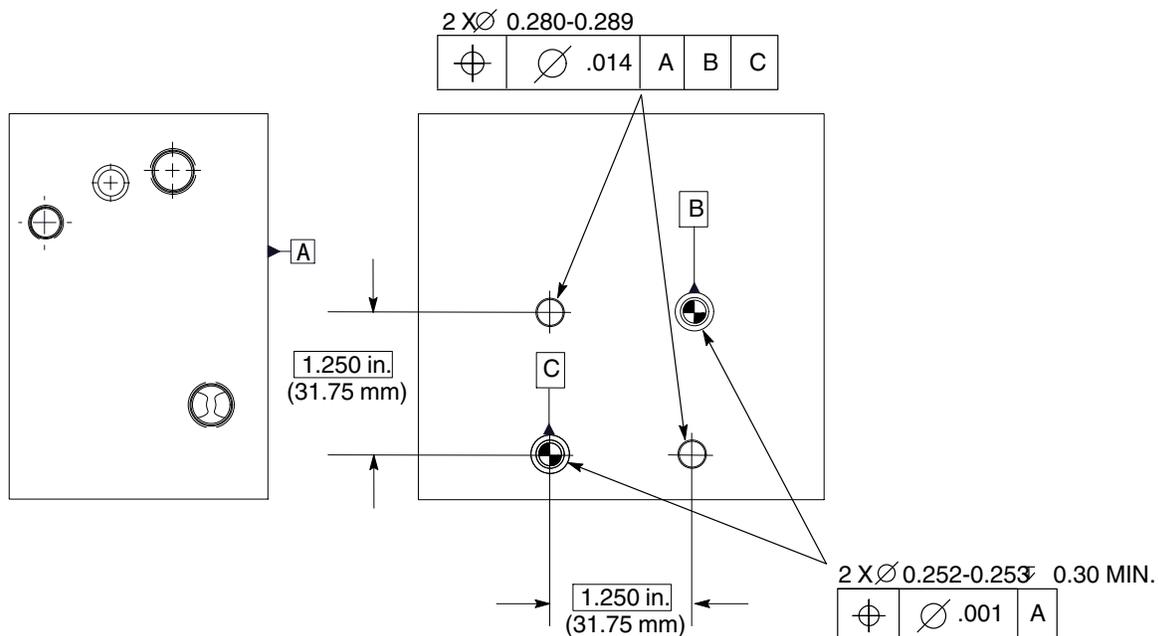

Figura 4 Montaggio indipendente
1. Vedi figura 4 per i dati tecnici di montaggio della valvola di erogazione su una superficie di montaggio.